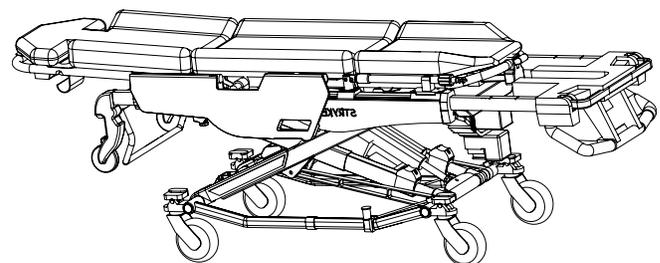

Figure 3: Préparation de la civière - avant et après avoir inséré la poignée rétractable/section pied allongée
2. Baisser et insérer la poignée rétractable, si requis (Figure 3).
3. Allonger la section pied à son maximum à l'aide des poignées (Figure 3).
7. Pousser la section pied à son minimum à l'aide des poignées puis, si désiré, sortir et lever la poignée rétractable (Figure 3).